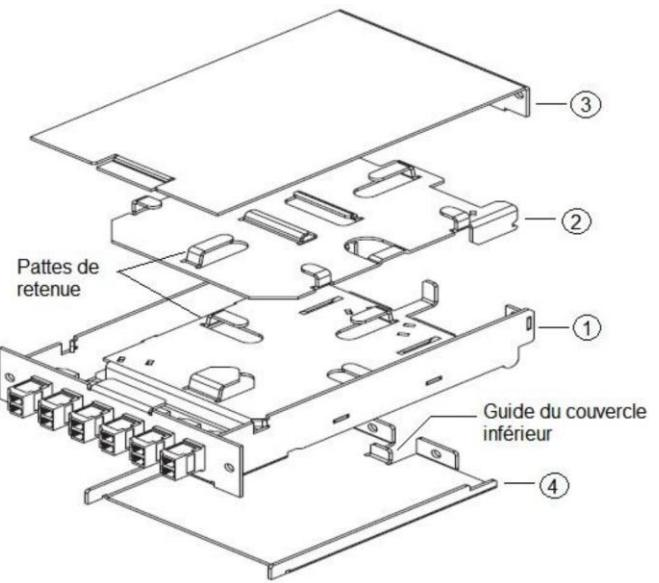

Figure 1
2.0 Identification des composants du module (figure 1).